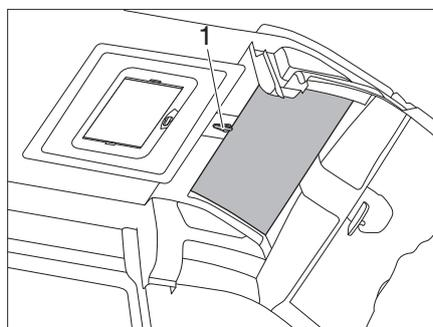

Figure 69 SkyRoof®
- Ouvrir le verrou et faire tourner la manivelle (Figure 69, 1) d'un demi-tour. Le joint peut alors se dilater et le Skyroof est à nouveau parfaitement étanche lors de la fermeture.